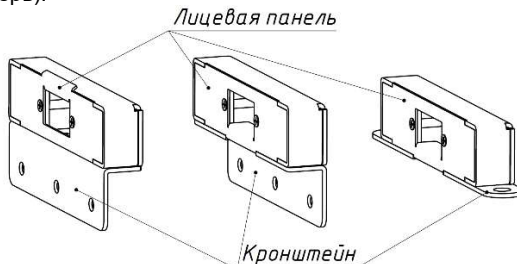

Рис. 3 – Возможные варианты сборки ответной части (внутренний/наружный варианты ответной части, вариант ответной части с плоским кронштейном)
- 2) Развернуть кронштейн таким образом, чтобы сторона кронштейна с крепежными отверстиями оказалась заподлицо тыльной стороне ответной части (см. рис. 3,4).